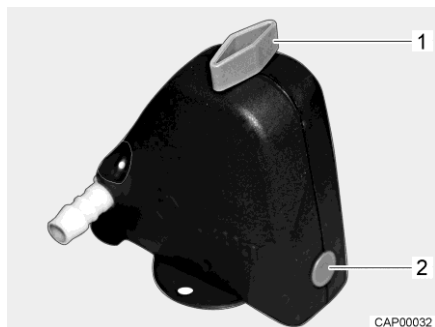
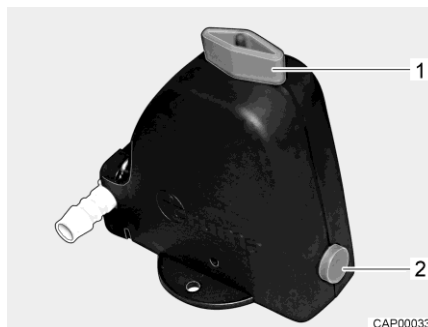

Bild 100 Säkerhets-/avtappningsventil stängd
Bild 101 Säkerhets-/avtappningsventil öppen
- Öppna säkerhets-/avtappningsventil (Bild 100). Vrid vredet (Bild 100,1) mot säkerhets-/avtappningsventilen. Tryckknappen (Bild 100,2) skjuts ut. Den öppna säkerhets-/avtappningsventilen visas i Bild 101.